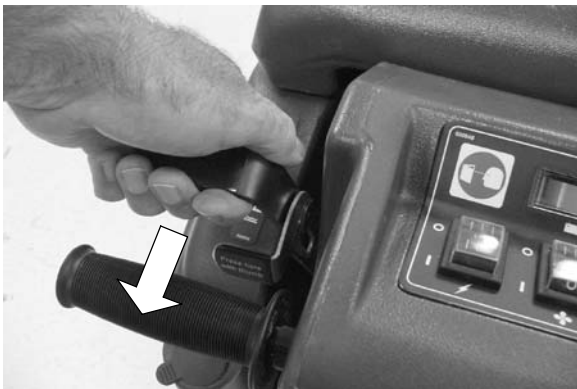

FIG. 4
2. Tirez sur le levier de soulèvement du racloir, pour soulever la bride de montage du racloir (Figure 4).